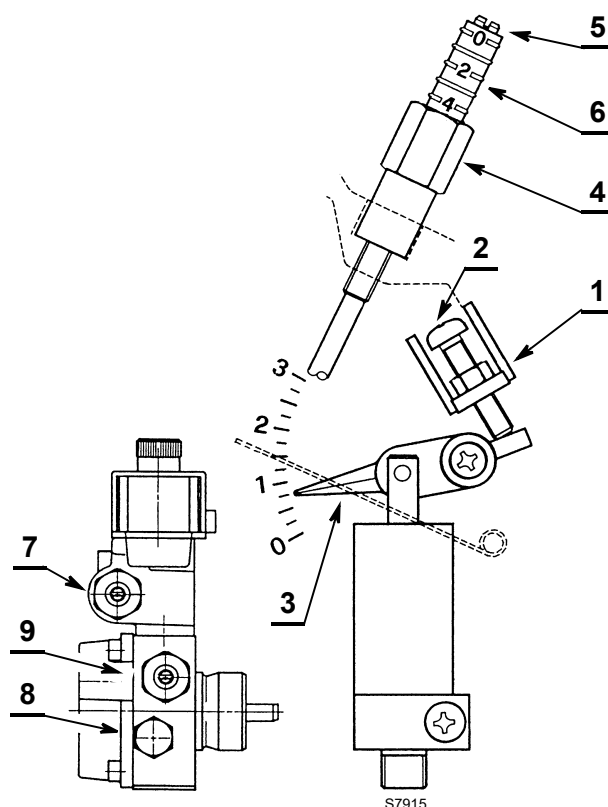

Fig. 13
- Allentare il dado 1)(Fig. 13), agire sulla vite 2)(Fig. 13) e portare l'indice 3)(Fig. 13) sulla posizione desiderata.
- A regolazione ultimata riavvitare il dado 1)(Fig. 13).
Se necessario, ritardare la pressione agendo sulla vite 7)(Fig. 13).
Il manometro per il controllo della pressione va montato al posto del tappo 8)(Fig. 13).
- Allentare il dado 4)(Fig. 13), agire sulla vite 5)(Fig. 13) e portare l'indice 6)(Fig. 13) sulla posizione desiderata.
- A regolazione ultimata riavvitare il dado 4)(Fig. 13).
Se necessario, ritardare la pressione agendo sulla vite 9)(Fig. 13).